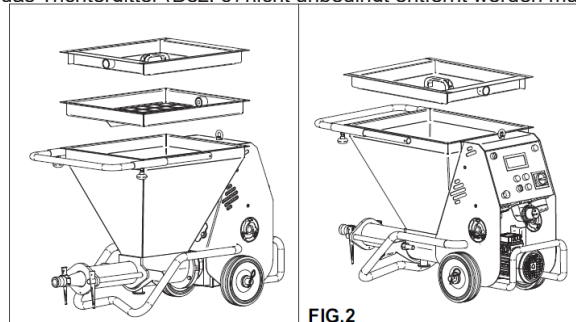

FIG.2
- TRICHTERDECKEL (siehe Abb. 2)